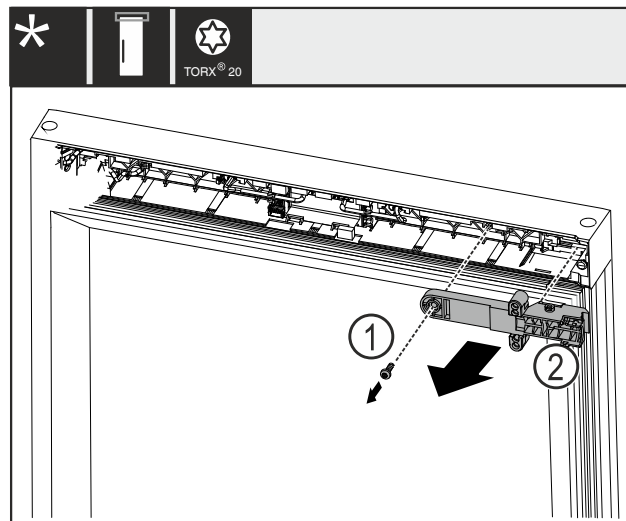

Fig. 22
- Schraube Fig. 22 (1) entfernen.
- Schloss-Halteteil Fig. 22 (2) abnehmen.